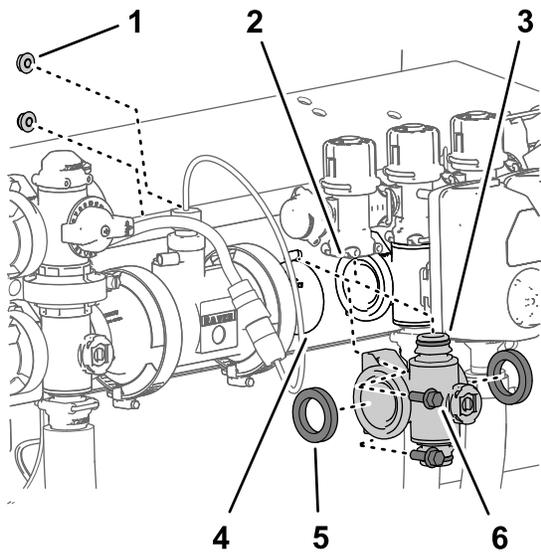
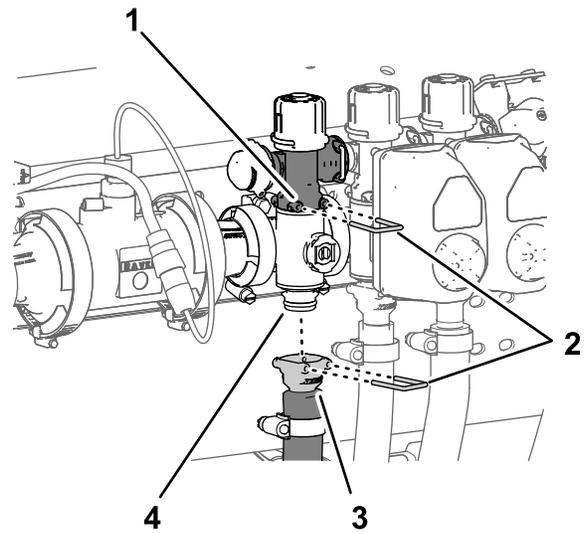

Figura 122
Figura 123
1. Alinee las 2 juntas que retiró en Retirada del distribuidor de sección \(página 87\) con las bridas del distribuidor de la válvula de sección (Figura 122).
- Alinee la brida del distribuidor de la válvula de sección entre las bridas de las otras válvulas de sección y/o los adaptadores de acoplamiento (Figura 122).
- Conecte el acoplamiento rápido del distribuidor de la válvula de sección al acoplamiento rápido hembra de la válvula de desvío de sección con una grapa (Figura 122 y Figura 123).
(Figura 122) con los 2 pernos con arandela prensada ($\frac{1}{4}$ " x $\frac{3}{4}$ ") y las 2 contratuercas prensadas ($\frac{1}{4}$ ") que retiró en Retirada del distribuidor de sección \(página 87\).
8. Monte el acoplamiento rápido de la manguera de sección en el acoplamiento rápido del distribuidor de la válvula de sección con la grapa (Figura 123).